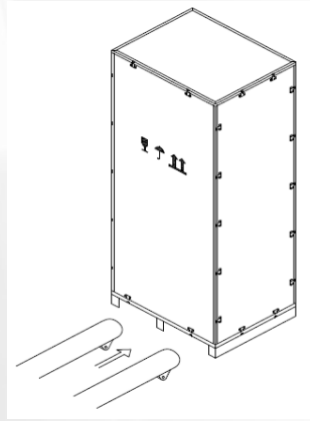

Рис. 2-2 Перемещение в выбранное место
- 2) Транспортируйте оборудование на указанную площадку с помощью вилочного погрузчика, как показано на рис. 2-2.